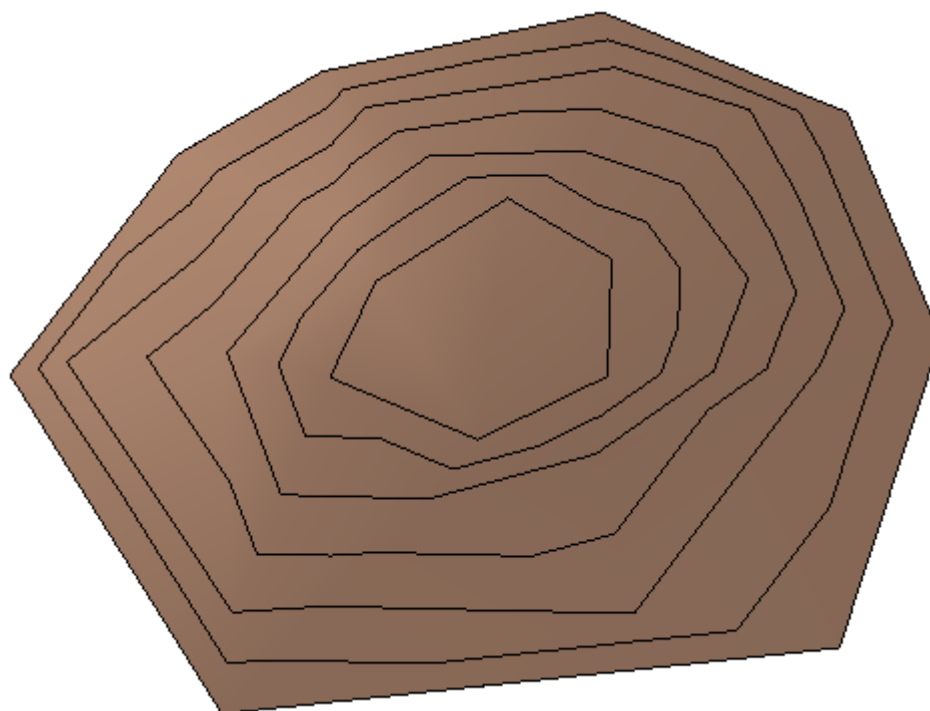

Рисунок 3.24. Проект застраиваемого участка
- в качестве главного создается еще один проект, с которым будут связываться предыдущие проекты. Так, для комплекса зданий это может быть проект застраиваемого участка (рис. 3.24).